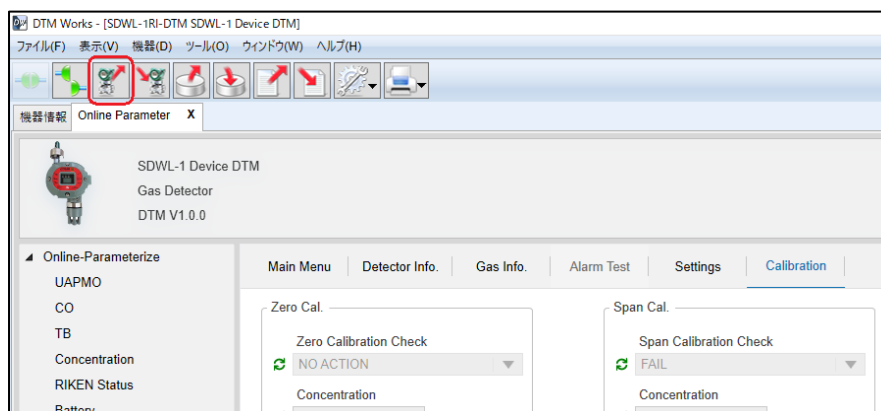
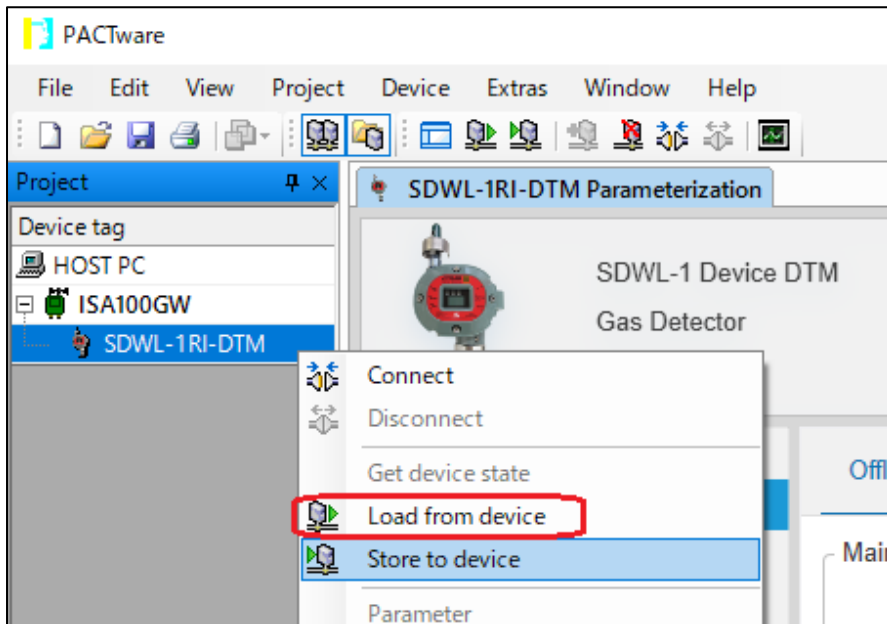
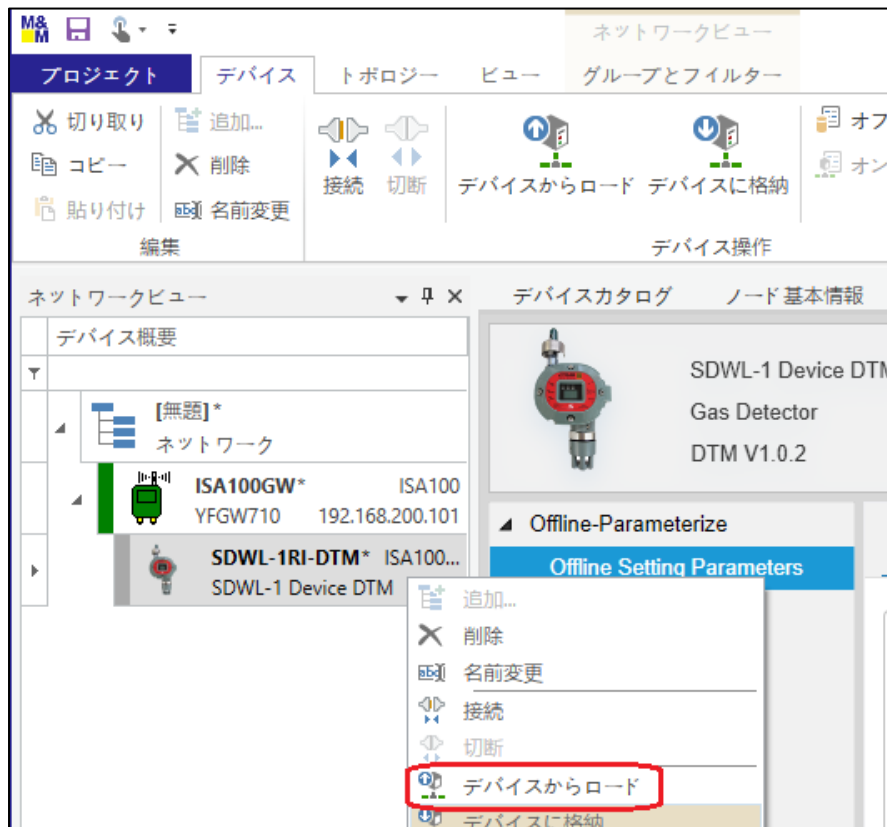

図 7-20 アップロード操作（Field Mate の場合）
図 7-21 アップロード操作 (PACTware の場合)
図 7-22 アップロード操作 (fdtCONTAINER の場合)
- ① 「Zero Calibration」を ON に変更し、「Apply」を選択します。
- ② 下図（図 7-20、図 7-21、図 7-22） のアップロードボタンを繰り返し押し、「Zero Calibration Check」が“NO ACTION”→“RUN”→“PASS”となることを確認します。また、Concentration が適切なガス濃度になっていること合わせて確認します。校正が失敗した場合は“FAIL”になり、次回ゼロ校正が成功するか SDWL-1 本体の電源を再投入しない限り、状態が維持されます。
- ③ 「Zero Calibration」を OFF に変更し、「Apply」を選択します。
- ① 「Span Concentration」にスパン校正濃度（小数点を含まない数値）を入力します。
- ② 「Span Calibration」を ON に変更し、「Apply」を選択します。
- ③ 前図（図 7-20、図 7-21、図 7-22）のアップロードボタンを繰り返し押し、「Span Calibration Check」が“NO ACTION”→“RUN”→“PASS”となることを確認します。